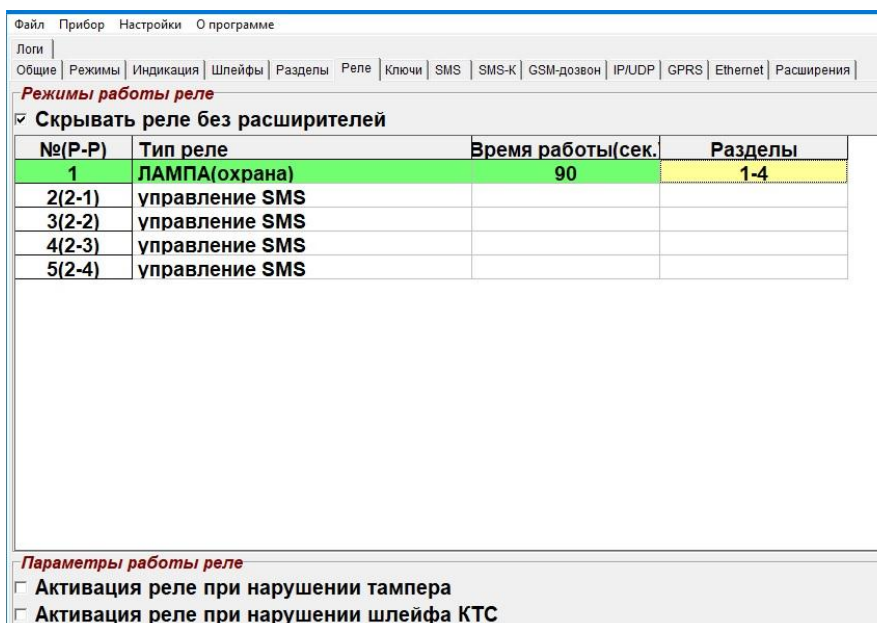

Рисунок 11. Вкладка «Реле»
4.4 На вкладке «Реле» отображаются реле на плате УОО и реле добавленных расширителей (рисунок 11).